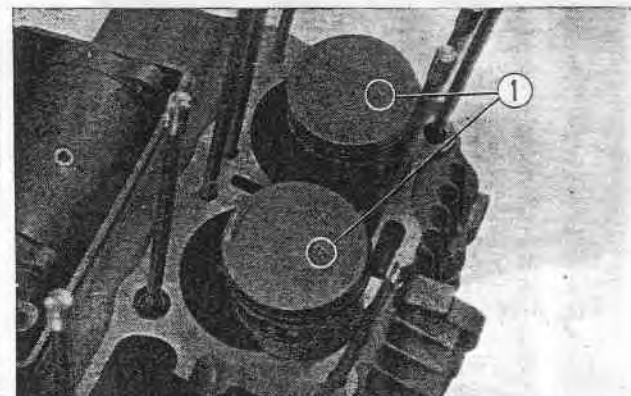

Fig. 3-67 ① Flèche de repérage
3. Assembler le piston et la bielle de façon que la flèche de repérage située à la partie supérieure du piston soit tournée du côté échappement (vers l'avant), puis mettre en place de nouvelles attaches d'axe de piston (Fig. 3-67)